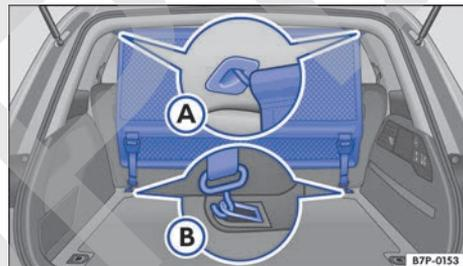
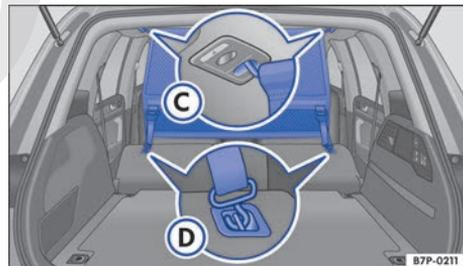

Fig. 129 En el maletero: montaje de la red de separación detrás del asiento trasero.
Fig. 130 En el maletero: montaje de la red de separación detrás de los asientos delanteros.
- Enganche la red de separación en el alojamiento trasero izquierdo del techo → fig. 129 (A). Asegúrese de tirar de la varilla hacia abajo más allá de la posición superior.
- Enganche los dos ganchos de la red de separación en las argollas de amarre traseras (B) y tense las cintas.
- Enganche la red de separación en el alojamiento delantero izquierdo del techo → fig. 130 (C). Asegúrese de tirar de la varilla hacia abajo más allá de la posición superior.
- Enganche los dos ganchos de la red de separación en las argollas de sujeción de los respaldos del asiento trasero (D) y tense las cintas.
- Desenganche los ganchos de la red de separación de las argollas inferiores → fig. 129 (B) o → fig. 130 (D).
- Desenganche la red de separación del alojamiento derecho del techo → fig. 129 (A) o → fig. 130 (C) comprimiendo la varilla.